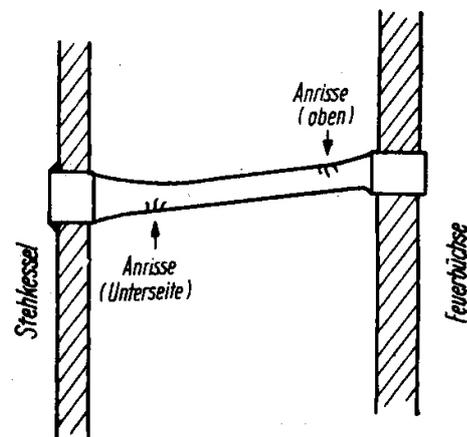

Bild 21. Beanspruchung des Stehbolzens während des Betriebes
Die Stehbolzen sind in beiden Wänden befestigt, sie werden also an den Einspannenden stark auf Biegung beansprucht (Bild 21).
- Lage des Bruches** Häufen sich die übermäßigen, wechselnden Beanspruchungen, dann können Stehbolzen reißen. Erfahrungsgemäß bricht ein Stehbolzen dann meist feuerbüchsseitig auf der Oberseite des Stehbolzenschaftes oder an der Stehkesselwand auf der Unterseite des Schaftes (Bild 21). In der Regel liegen die Bruchstellen kurz hinter dem Gewindekopf. Es genügt deshalb, einen Stehbolzen bis 10 mm hinter dem Gewindekopf anzubohren, um einen Bruch sofort am Spritzen des Stehbolzens zu erkennen.